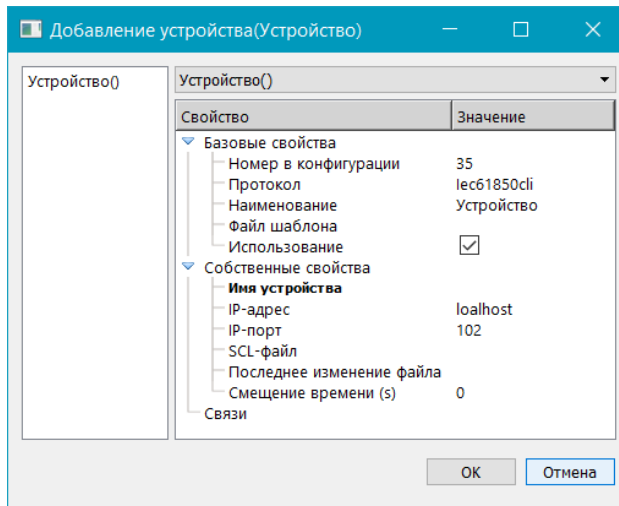

Рисунок 5.4 - Окно создания нового устройства
2. В открывшемся окне свойств устройства (рисунок 5.4) введите свойства создаваемого устройства. Для поиска нужного устройства используйте функцию поиска. При наведении указателя мыши на название свойства во всплывающей подсказке отображается название атрибута в шаблоне устройства, соответствующее данному свойству устройства.